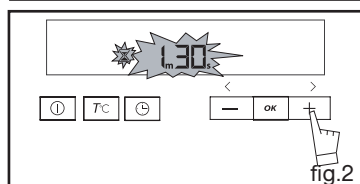

fig.2
- Regolare la durata scelta premendo i tasti + o - (fig.2).